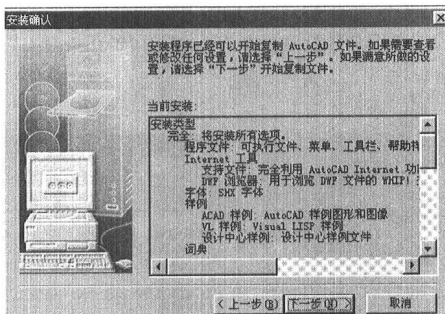

图 1-17
13) 单击“下一步”按钮,进入安装确认对话框,如图 1-17 所示,告诉当前的安装是:完全的、字体是 SHX、样例是:ACAD 样例,单击“下一步”按钮。